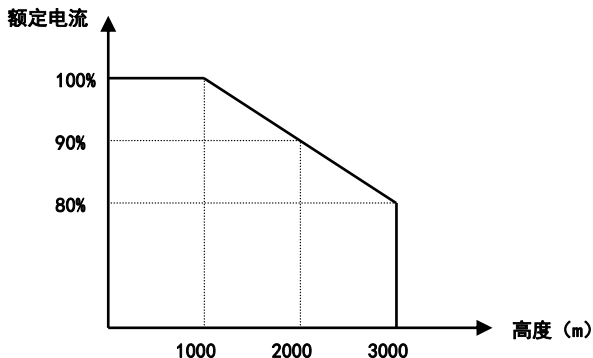

图 1-9 变频器额定电流与海拔高度降额曲线图
- 在海拔高度超过 1000 米的地区，由于空气稀薄造成变频器的散热效果变差，有必要降额使用。图 1-9 所示为变频器的额定电流与海拔高度的关系曲线。